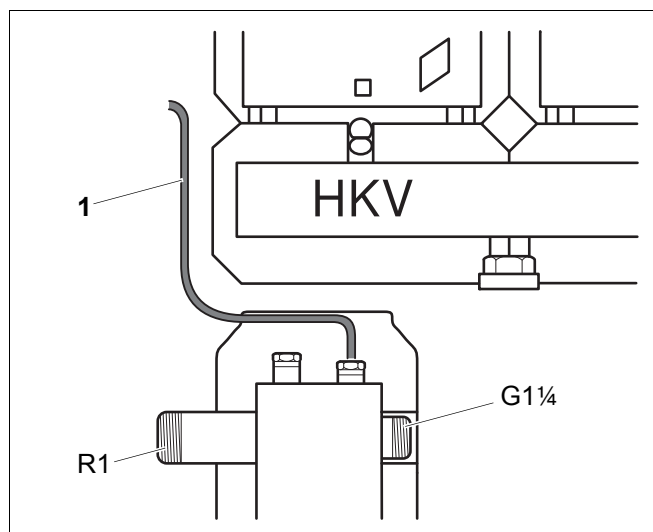

Рис. 7 Датчик подающей линии системы управления
- Вставьте датчик подающей линии (рис. 7, [1]) системы управления в погружную гильзу.